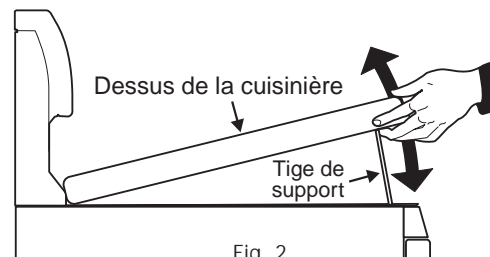

Fig. 2
1. Saisissez les côtés et soulevez le devant de la table de cuisson (voir Fig. 2). Les tiges support vont supporter la table de cuisson lorsque cette dernière sera relevée. Soulevez la surface assez haut pour que les tiges de support s'enclenchent.